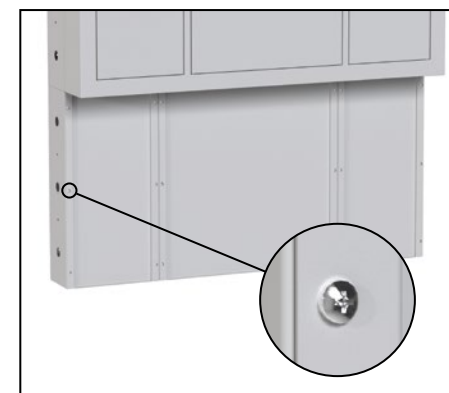

Рис. 70
7.2. Установите на нижний модуль СБ (2) 2 шт. – панель 300 нижняя (8) и панель 600 нижняя (9), завернуть 18 винтов М4х16 (рис. 70).